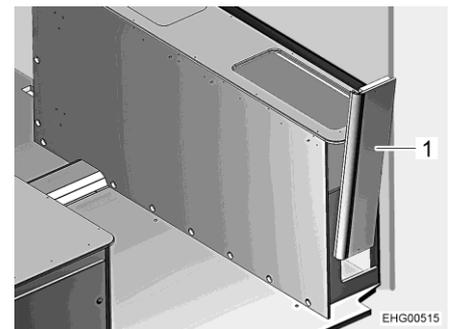

Bild 108 Bettkasten rechts, Seitenwand
- Seitenwand (Bild 108,1) unter leichten Rüttelbewegungen nach oben abnehmen.